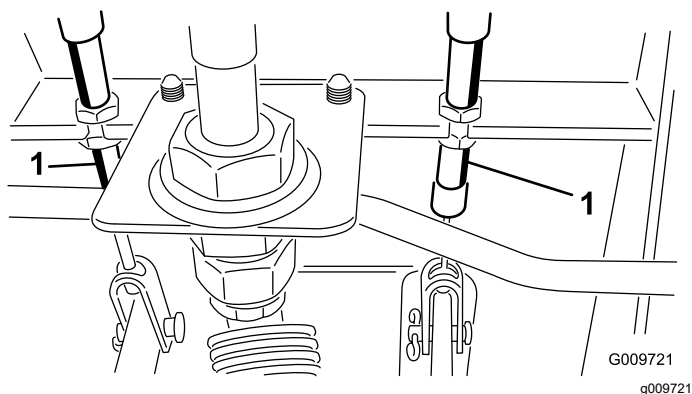

図 65
- A. ブレーキケーブル 図 65 の端にある前ナットをゆるめる。